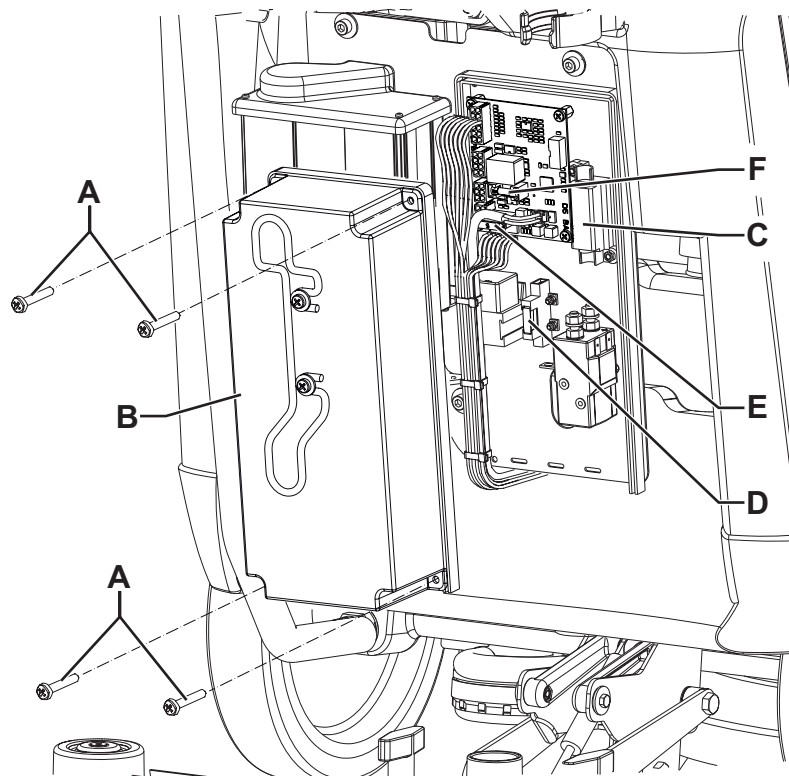

Figure 10
1. Débrancher le connecteur (29) des batteries.
2. Enlever les vis (A, Fig. 10) et sortir le couvercle (B) du boîtier électrique.
- (C) : Fusible à ruban F1 (40 A), moteur brosse
- (D) : Fusible à lamelle F2 (30 A), système d'aspiration.
- (E) : Fusible à lamelle F3 (5 A), électrovanne et carte électronique
- (E) : Fusible en verre (20 A), système de déclenchement brosse